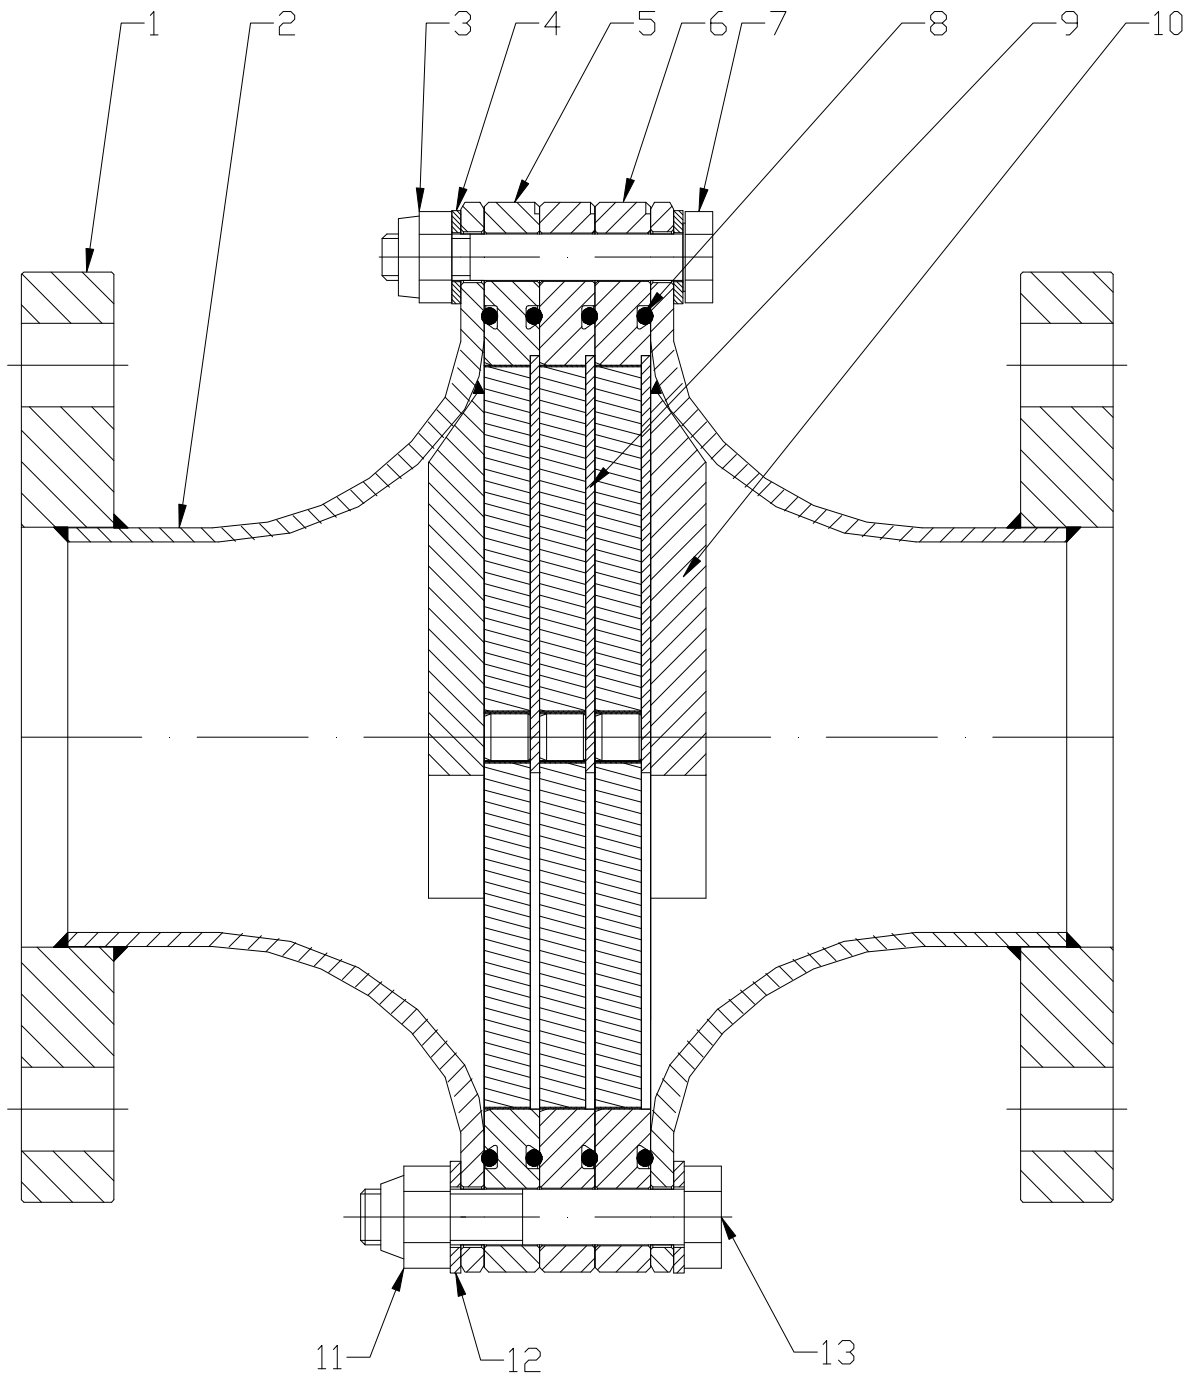

Bild 1
(siehe auch Bild 1)
Die Bandsicherung (Pos.5) immer zuerst auf ein Gehäuse (Pos.2) auflegen, um die Abdichtung am Gehäuse und der folgenden Bandsicherung (Pos.6) sicherzustellen. (Siehe Bild 1).
- Bestellnummer (Position siehe **Bild 1**)